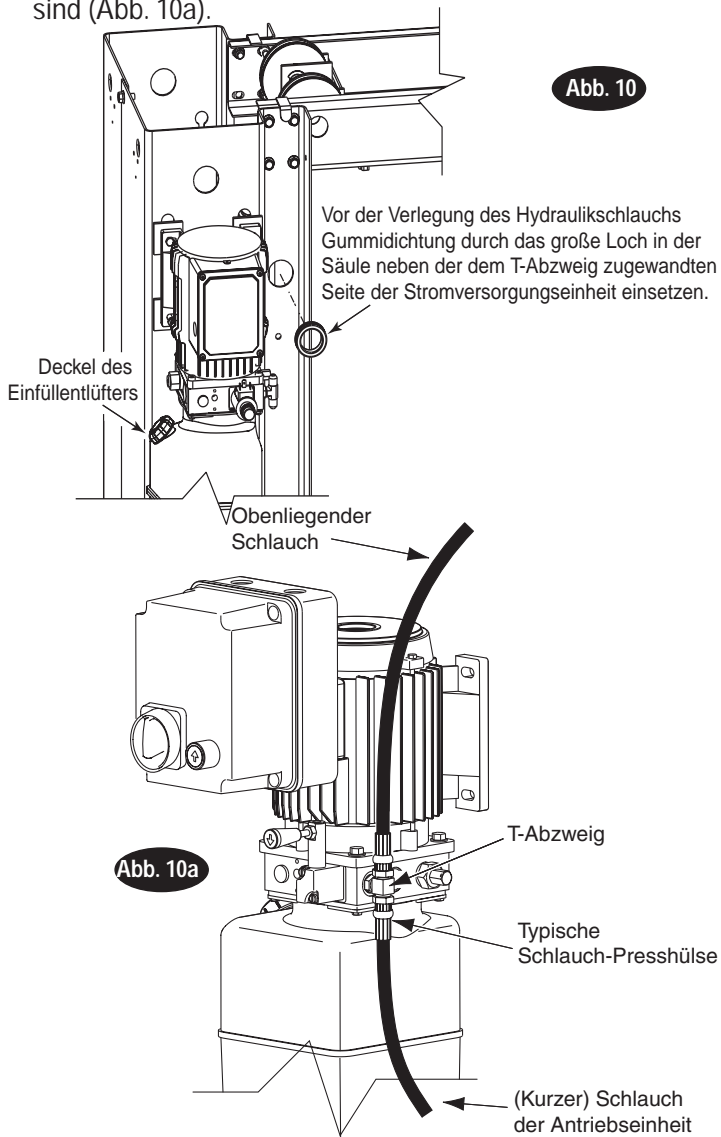

Abb. 10
9. Schläuche E-Serie: Vor der Verlegung der Schläuche Gummidichtung in die Säule einsetzen (Abb. 10). Adapter und Schlauch reinigen. Alle Gewinde auf Schäden prüfen und sich vergewissern, dass die Schlauchenden gecrimpt sind (Abb. 10a).
Ölfüllung: Dexron III ATF oder Hydraulikflüssigkeit gemäß ISO 32 verwenden. Einfüllentlüfter-Deckel entfernen (Abb. 10). Flüssigkeit einfüllen, bis die Füllstandlinie am Tank erreicht ist. Die Systemkapazität beträgt (14) Quarts (13,2 Liter).
- Seilzug nach oben schieben, bis sich der Bolzen über dem oberen Ende des Schlittens befindet Abb. 10.